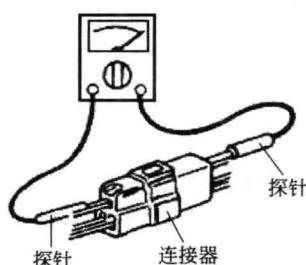

图 1-21 检查电路导通情况和接头端子电压
(10) 如图 1-21 所示, 使用测试仪检查电路导通情况和接头端子电压时, 把探针插到线束侧, 如果插头是封闭的, 把探针插到导线孔, 并与端子接通, 但注意不要损坏导线的绝缘层。